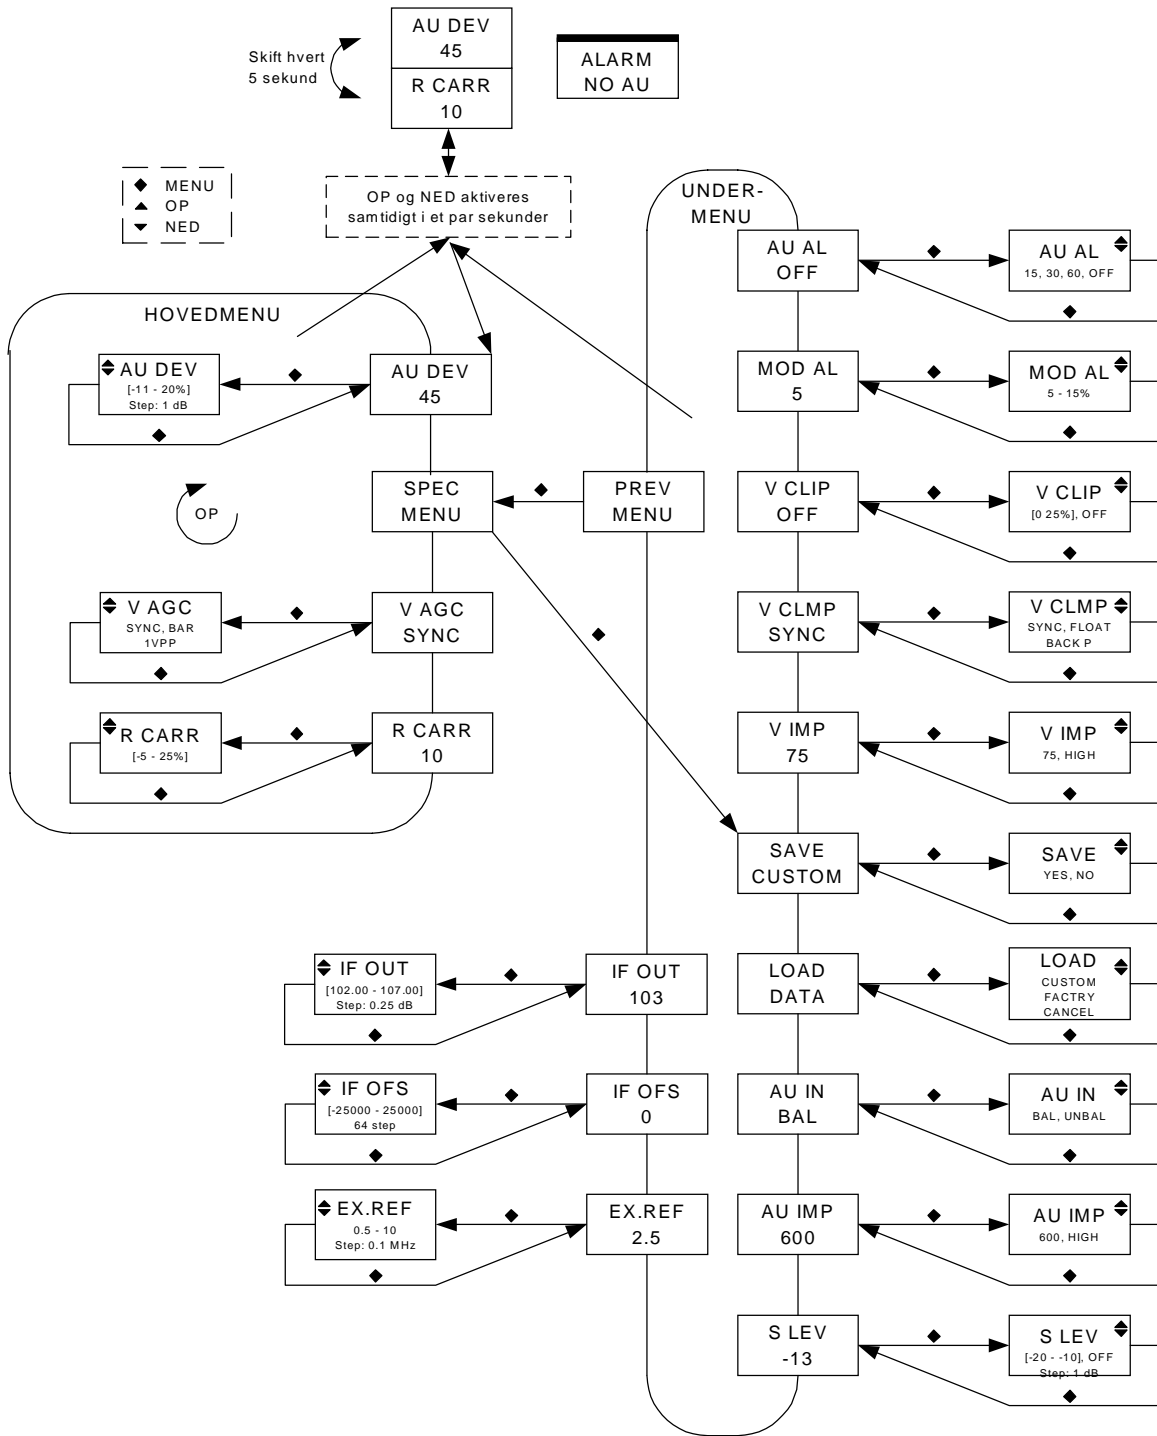

Fig. 5 Menustruktur
2. Derefter vil modulatorens stå i menupunktet AU DEV, som illustreret i fig. 5.
Menustrukturen er vist fig. 5.